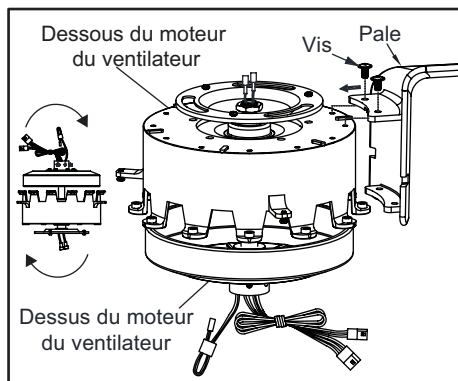

Figure 5
1. Placez le ventilateur à l'envers, comme illustré. Fixez les pales au moteur du ventilateur en alignant les encoches des pales avec la tige d'alignement du volant puis en plaçant la pale sur le volant et en serrant avec des vis. (Figure 5)
2. Répétez ces étapes pour les autres pales. (Figure 5)